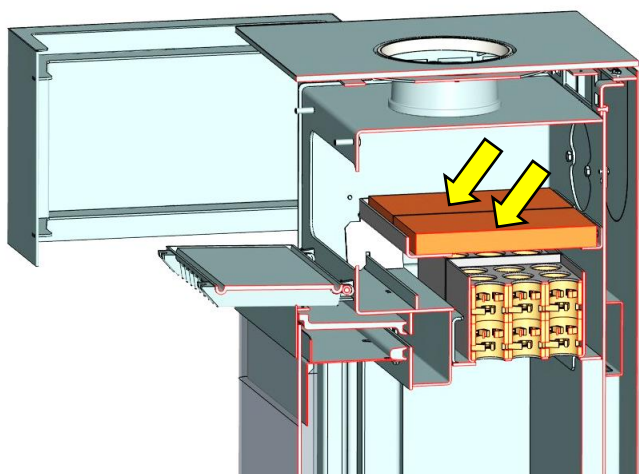

Fig. 14: Position de la plaque de déviation
3. Insérez la plaque de déviation, comme illustré à la Fig. 14, puis refermez le volet de révision et vissez-le fermement.